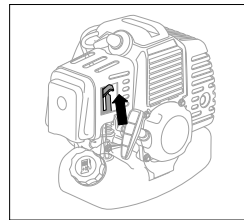

рис. 10
4. Переведите рычаг воздушной заслонки в верхнее положение - /| «Закрыто» (рис. 10).
7. Переведите рычаг воздушной заслонки (рис. 10) в среднее положение.